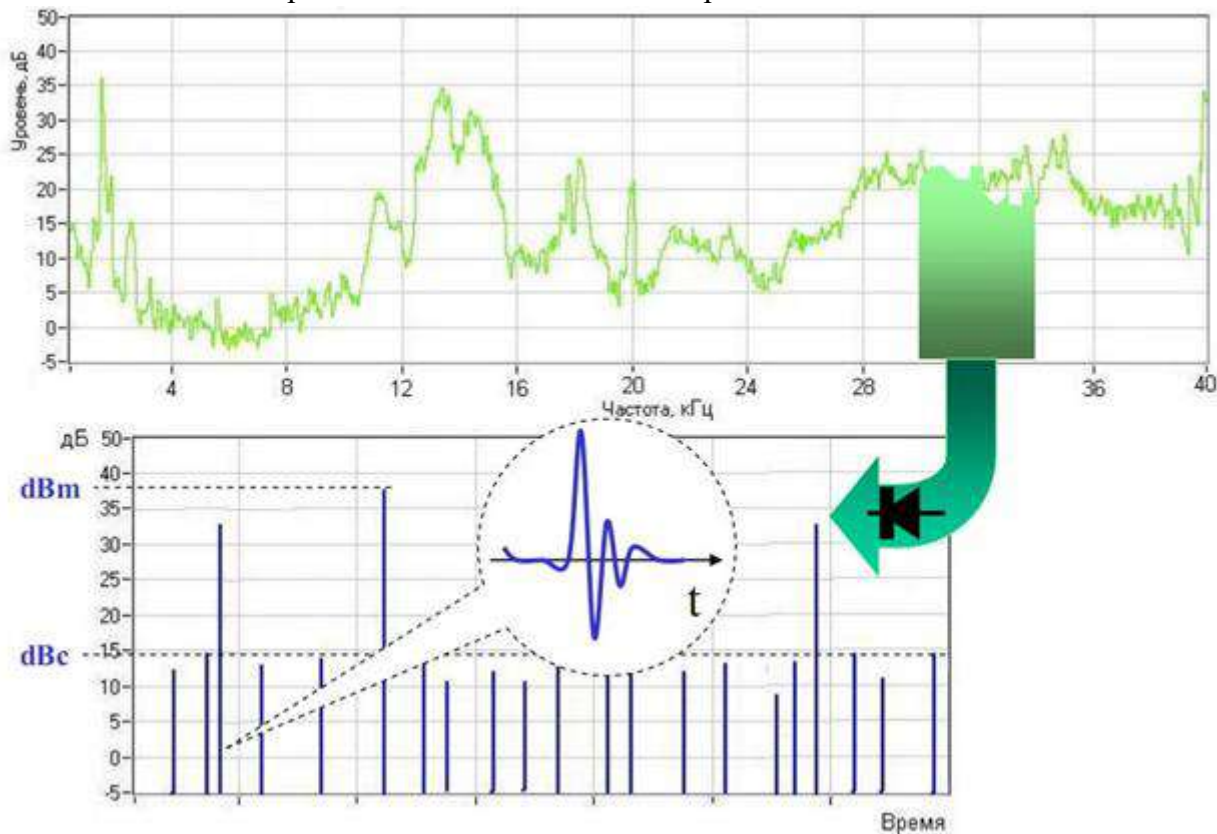

Рисунок 5 – Обработка сигнала по методу ударных импульсов
5.5.1. Подготовить схему испытаний (рис.5).
Технология обработки сигналов показана на рис. 5.